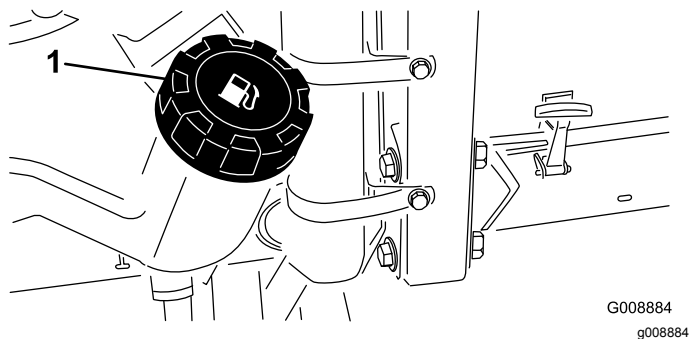

Figure 25
1. Nettoyez la surface autour du bouchon du réservoir de carburant (Figure 25).